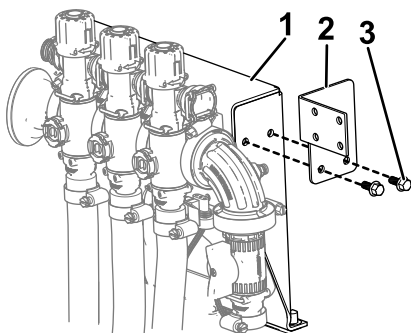

Figure 17
2. Montez la plaque de fixation de vanne sur le cadre de montage de vanne à l'aide de 2 boulons à embase ($\frac{1}{4}$ " x 0,625"), comme indiqué à la Figure 17.